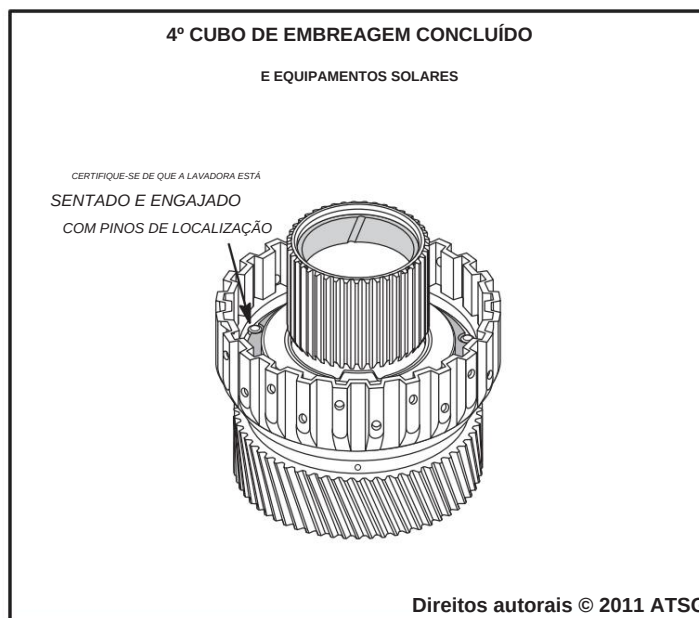

Figura 87
7. Verifique novamente para garantir que a arruela de encosto seletiva número 7 e o rolamento de encosto número 6 estejam devidamente assentados, conforme mostrado na Figura 87, e reserve o cubo da 4ª embreagem/engrenagem solar de reação concluídos para o processo de montagem final.